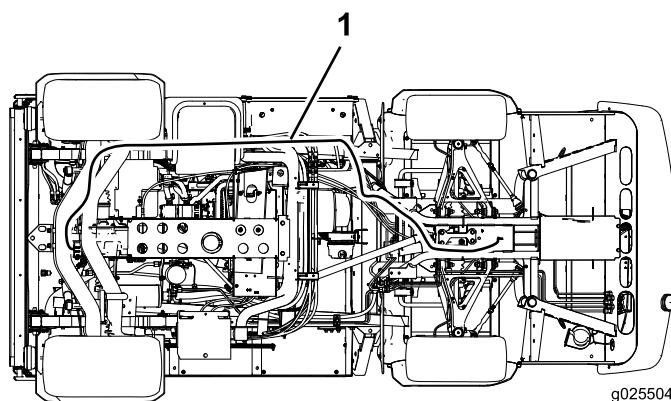

Figura 4
7. Posate il cablaggio preassemblato sulla parte frontale della macchina seguendo gli altri cablaggi preassemblati (Figura 4).